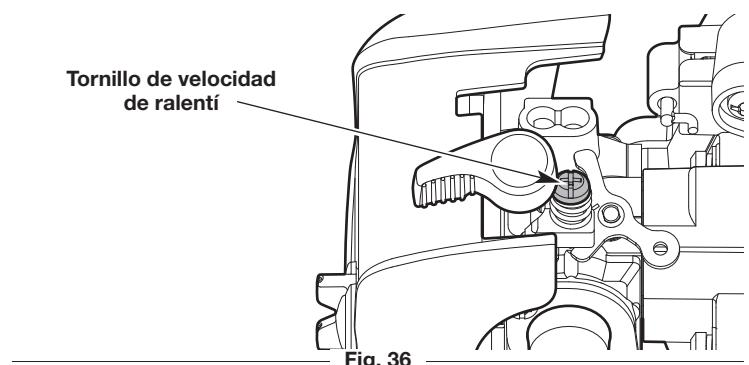

Fig. 36
- Si el motor se para, aumente la velocidad de ralentí. Use un destornillador Phillips pequeño para girar el tornillo de velocidad de ralentí en el sentido de las agujas del reloj, 1/8 de giro cada vez hasta que el motor funcione al ralentí de manera uniforme (Fig. 36).
- Si el cabezal de corte gira cuando el motor funciona al ralentí, reduzca la velocidad de ralentí. Gire el tornillo de velocidad de ralentí en el sentido contrario de las agujas del reloj, 1/8 de giro cada vez, hasta que se detenga el cabezal de corte (Fig. 36).